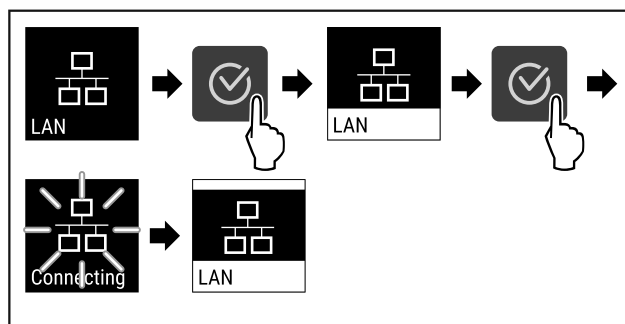

Fig. 90
- ▶ Öffnen sie das Liebherr SmartMonitoring Dashboard (siehe Fig. 90).